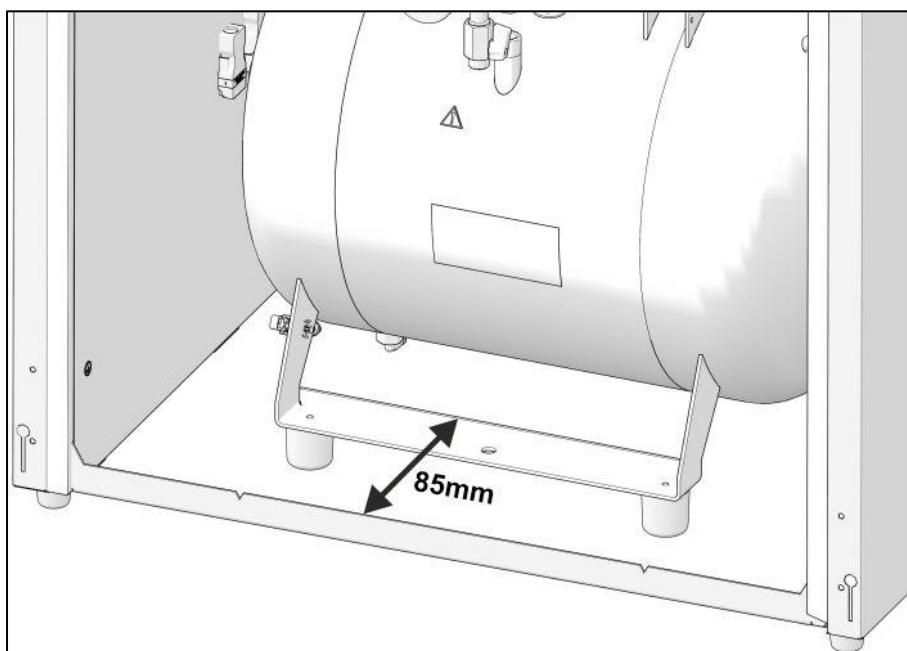

Abb. 16: Positionierung des Kompressors DK50 2V/50/M im Schaltschrank
- Überprüfen Sie anhand des Kontrollmaßes (Abb. 16), dass der Kompressor vollständig in den Schrank eingesetzt ist.